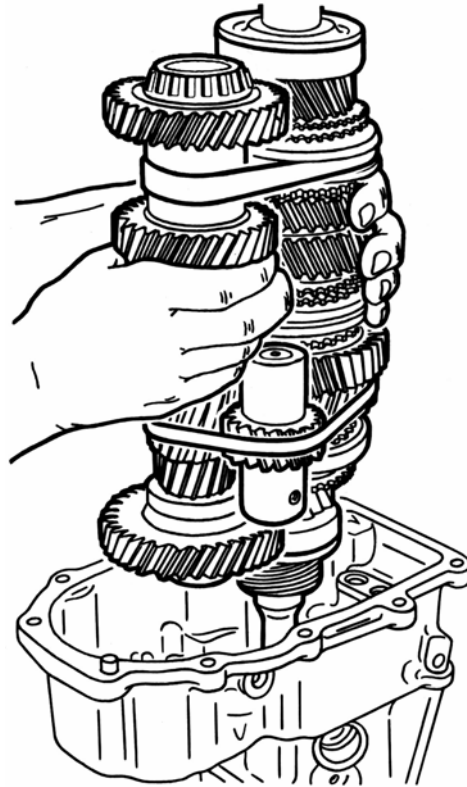

Рис. 4.22. Установка валов шестерен в задний картер
– вставить в задний картер комплект валов, развести отогнутые концы стопорного кольца и, удерживая их в таком положении, запрессовать в гнездо заднего картера подшипник вторичного вала наполовину его ширины, воздействуя на торец шестерни 1-й передачи вторичного вала (рис. 4.22);